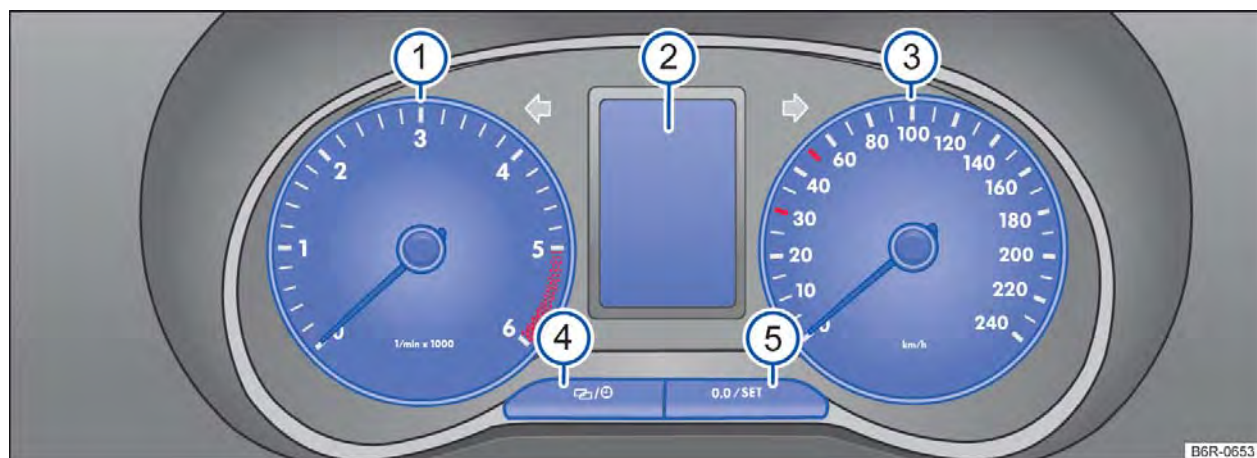
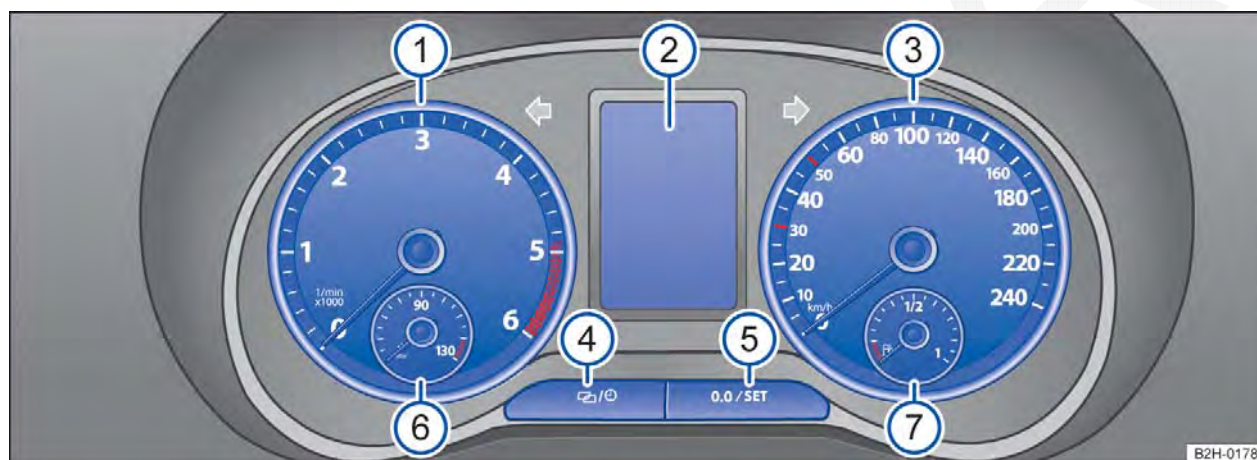

Fig. 12 Instrumento combinado do painel de instrumentos: variante 1.
Fig. 13 Instrumento combinado do painel de instrumentos: variante 2.
Significado dos instrumentos ⇒ Fig. 12 ou ⇒ Fig. 13:
Conforme a versão do veículo, o display do instrumento combinado ⇒ Fig. 12 ② ou ⇒ Fig. 13 ② pode exibir diversas informações:
A exibição do evento de serviço aparece no display do instrumento combinado ⇒ Fig. 12  ou ⇒ Fig. 13 .